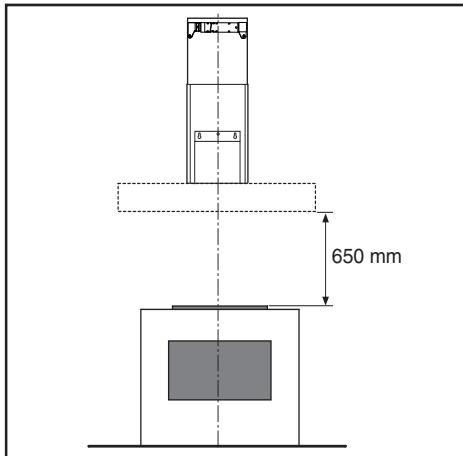

Fig.10
- La distanza minima fra la superficie di supporto dei recipienti di cottura sul dispositivo di cottura e la parte più bassa della cappa da cucina deve essere di almeno 65 cm (Fig.10). Se dovesse essere usato un tubo di connessione composto di due o più parti, la parte superiore deve essere all'esterno di quella inferiore. Non collegare lo scarico della cappa ad un condotto in cui circoli aria calda o utilizzato per evacuare fumi degli apparecchi alimentati da un'energia diversa da quella elettrica.